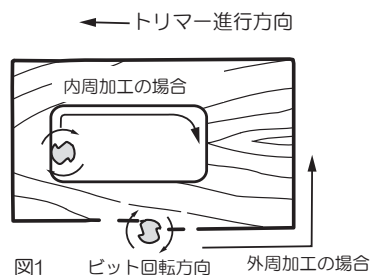

図1 ビット回転方向 外周加工の場合
7. 面取りなど材料の側面加工を行なう場合には、図1の矢印方向に本体を送り切削してください。